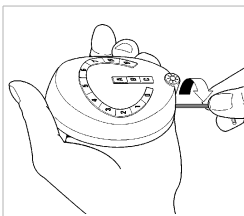

Fig. 2
- Desenrosque el tornillo de cierre Fig.2